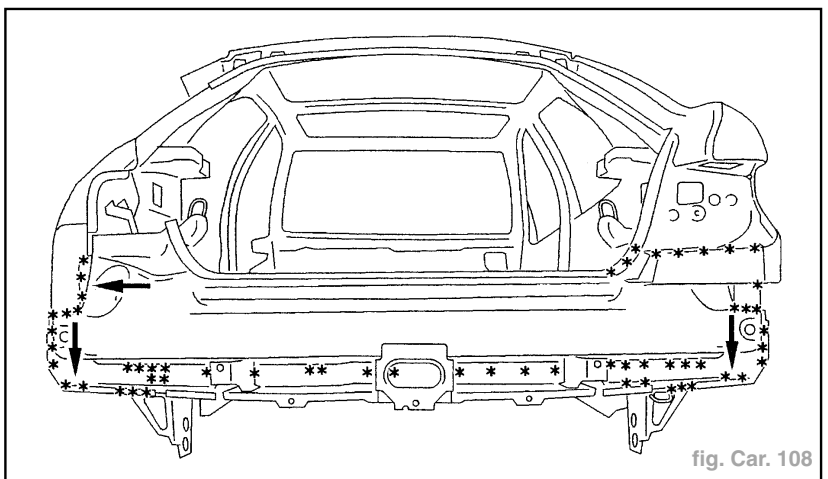

fig. Car. 108
- Dégraffer les points à l'aide d'une fraise de  $\varnothing$  8 mm (fig. Car. 108).
- Souder par points électriques (fig. Car. 108 et 109).
- Souder par points "bouchon" MAG (fig. Car. 108 et 109).